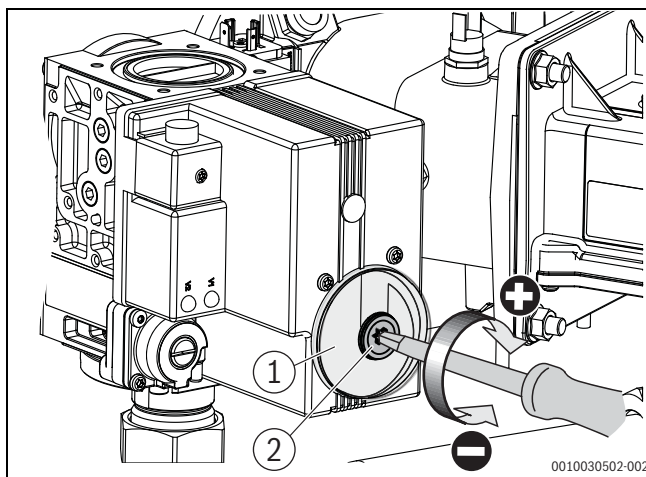

Bild 12 O₂-Gehalt bei Volllast einstellen (Kesselgröße 150 kW – 300 kW)
- ▶ Schutzkappe an der Gasarmatur abnehmen (→ Bild 12).
- ▶ O₂-Werte an der Volllast-Einstellschraube auf 5,4 % einstellen (→ Bild 12).